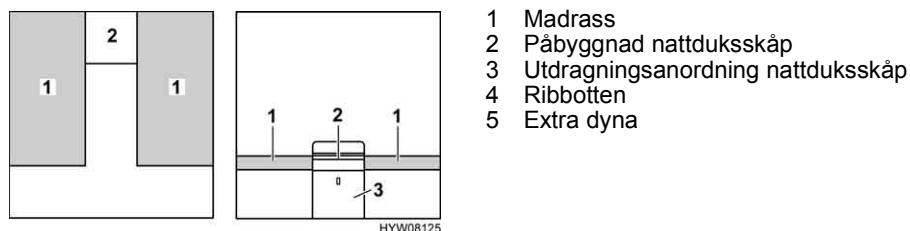

Bild 107 Före ombyggnaden
- Ta bort nattduksskåpets påbyggnad (Bild 107,2) och ställ den åt sidan.